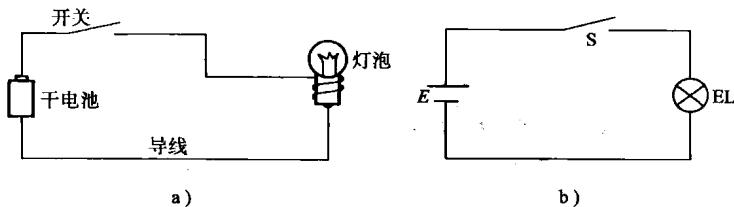

图 1-1 实物图和电路图
在日常生活中，把一只灯泡通过开关、导线和干电池连接起来，就组成了一个照明（如：手电筒）电路，如图 1-1 所示。当合上开关，电路中就有电流通过，灯泡就亮起来。在工厂的动力用电中，电动机通过开关、导线和电源接通时，也就有电流通过，电动机也就能转动起来。这种把电源、用电器、开关等通过
1. 通路 通路又名闭路，就是电路各部分连接成闭合回路，也就是图 1-1 所示电路中开关闭合时的工作状态，这时电路中有电流通过。必须注意的是，处于工作状态的各种电气设备的电压、电流、功率等数值不能超过其额定值。
2. 断路 断路又名开路或空载状态，就是电源与用电器未接成闭合回路，处于断开状态，也就是图 1-1 中开关断开时的工作状态，这时电路中无电流通过。